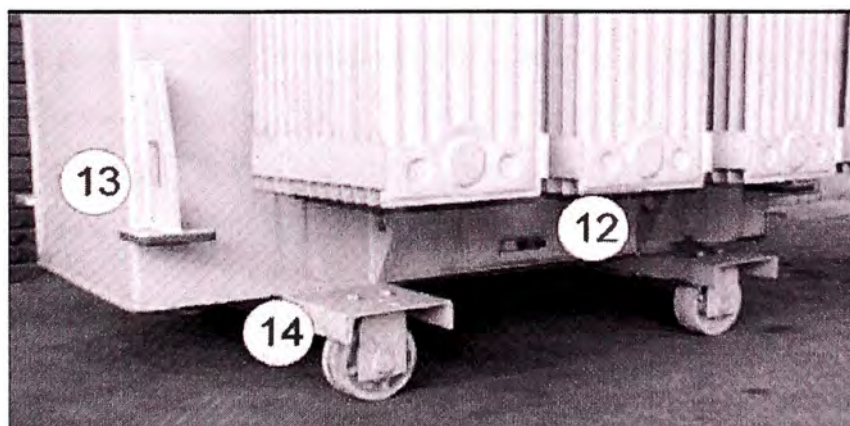

Figura 2.12
n) Ruedas direccionales: Son planas o con pestaña para riel. Freno opcional. Ver figura 2.12 indicado con 14.